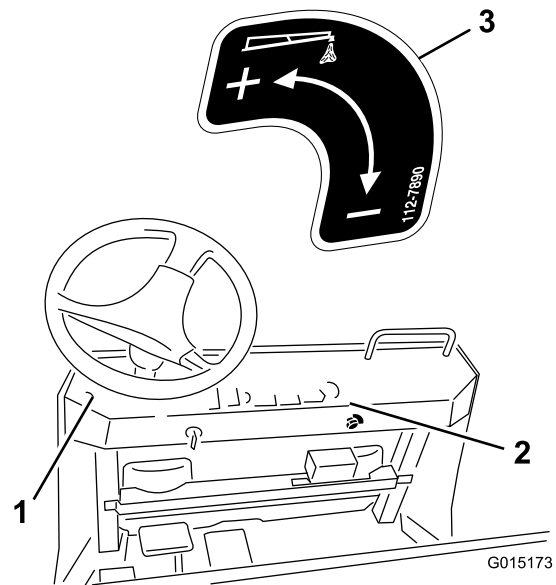

Figura 5
10. Instale os autocolantes como se mostra em Figura 5.